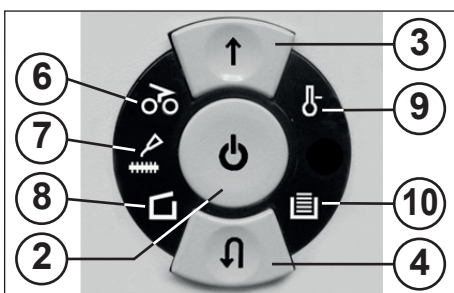

Fig. 1
- 2 = Botão das funções (Fig. 1)**
- 3 = Botão de avanço (Fig. 1)**
- 4 = Botão de retrocesso (Fig. 1)**
- 6 = Indicador de controlo (Fig. 1)**
7 = Indicador de controlo (Fig. 1)
8 = Indicador de controlo (Fig. 1)
9 = Indicador de controlo (Fig. 1)
10 = Indicador de controlo (Fig. 1)